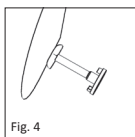

Fig. 4
■ **Fig. 4** La parte a punzone del sizer serve come appoggio sulla platina della staffa durante la misurazione. La parte a disco è destinata a poggiare contro la membrana timpanica. Per determinare la lunghezza della protesi, si deve tenere conto dello spessore dell'innesto (per es. disco cartilagineo) che in seguito servirà da rivestimento sulla membrana timpanica. Una volta trovata la lunghezza ottimale, è possibile impostare / selezionare la lunghezza corrispondente nella protesi totale.